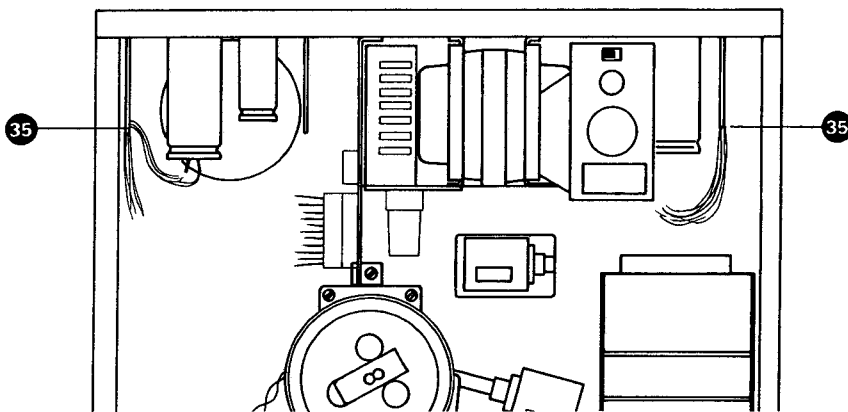

Fig. 3.12.-1
- Motoranschlussverbindung (35) (Fig. 3.12. - 1) aus Wickelmotorsteuerung (A 8 bzw. A 10) abziehen.
- Disconnect motor wires (35) (fig. 3.12. - 1) from spooling motor control board (A 8 or A 10 resp.).
- Débrancher l'alimentation des moteurs (35) (Fig. 3.12. - 1) du circuit de commande de ces derniers (soit A 8 et A 10).